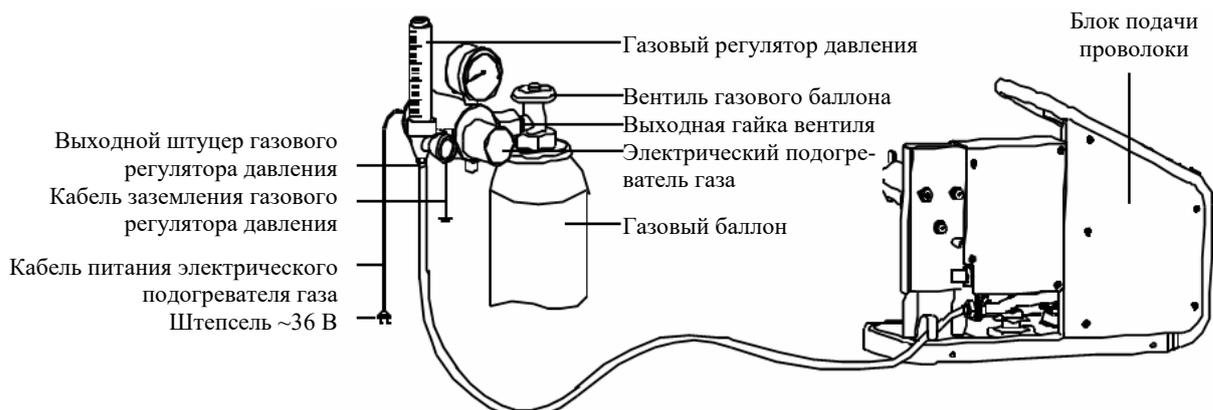

Рисунок 2-3. Принципиальная схема подключения газового шланга
1. Используйте установочные гайки для установки газового регулятора давления с электрическим подогревателем (см. рисунок 2-3) на вентиль газового баллона и закрепите газовый регулятор давления на газовом баллоне.